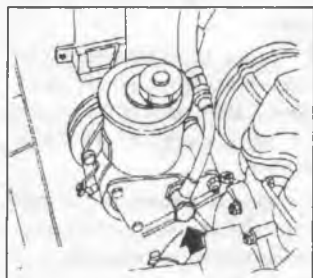

Рис. 240
4. Отсоедините шланги давления со стороны насоса и слейте жидкость. После этого снимите зажим возвратного шланга (Рис.240).